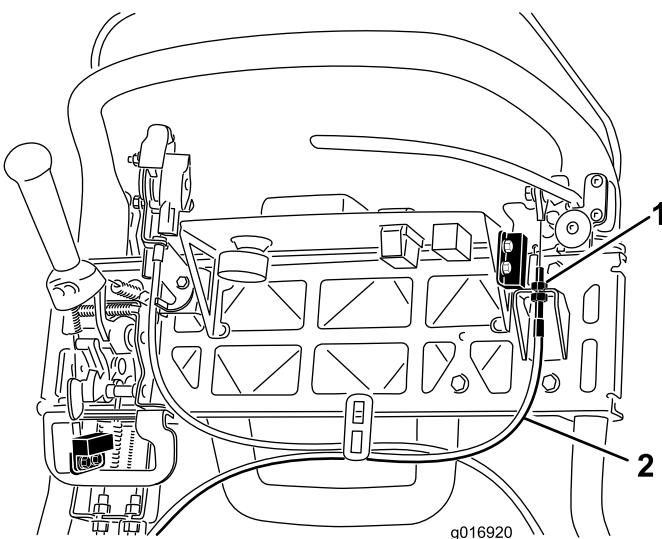

図 40
3. ケーブルの張りを強くするには、上側ケーブルのジャムナットをゆるめて、下側ケーブルのジャムナット図 40を締め、156 N 15.8 kg の力で駐車ブレーキのラッチが解除されるように調整するブレーキバンドが締まりっぱなしにならないよう注意すること。